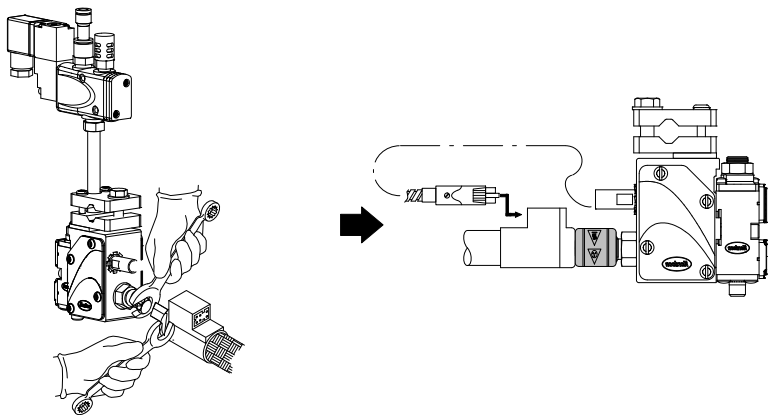

Figura 11: Collegare il tubo (nella figura l'applicatore SolidBlue senza filtro in linea)
1. Vedi figura 11. Collegare il raccordo girevole del tubo al raccordo del tubo dell'applicatore o al filtro in linea. Utilizzare due chiavi per fissare il raccordo del tubo.